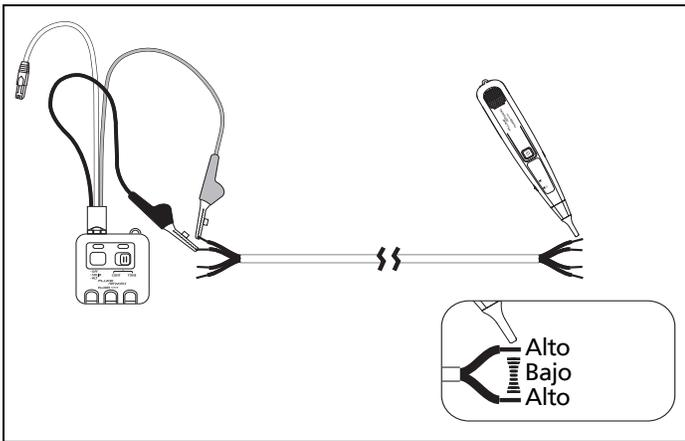

Figura 4. Seguimiento de pares
- 2 Mueva la punta de la sonda lentamente en ángulo recto con respecto a los conductores (véase la Figura 4). Si el volumen del tono es ALTO en el primer conductor, BAJO en el espacio entre conductores, y ALTO en el segundo conductor, significa que ha detectado el par.